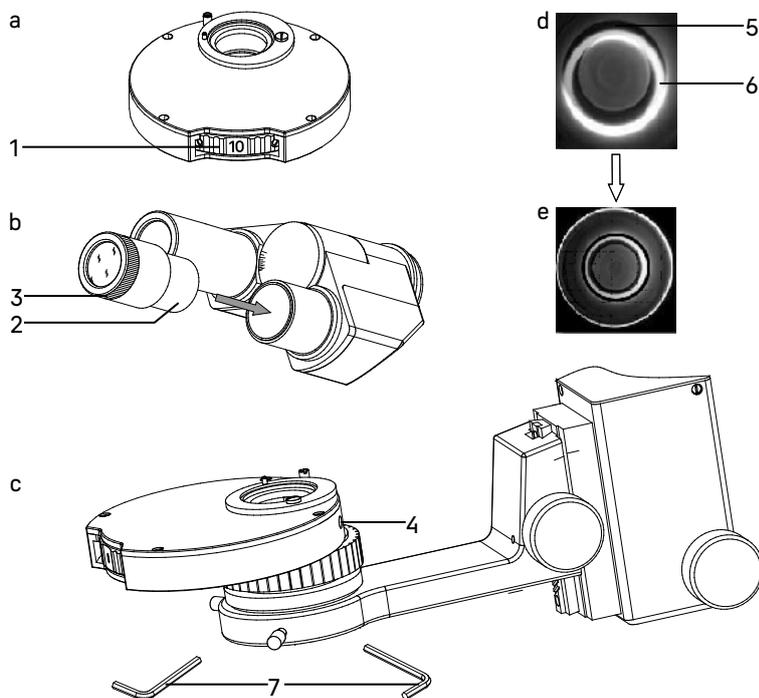

Рис. 21. Настройка фазово-контрастного устройства
1. Введите в ход лучей фазовый объектив 10x из комплекта микроскопа. Введите в ход лучей соответствующее фазовое кольцо конденсора – поверните диск **1** конденсора так, чтобы в окошке появилась цифра «10» (рис. 21а). Отрегулируйте высоту конденсора так, как показано на рис. 6.
5. В режиме работы по методу фазового контраста кольца **5** и **6** должны совпадать. Если они не совпадают, нужно отцентрировать кольцо диафрагмы при помощи винтов **4**, которые регулируются ключами-шестигранниками **7**. Изображение должно соответствовать рис. 21е.